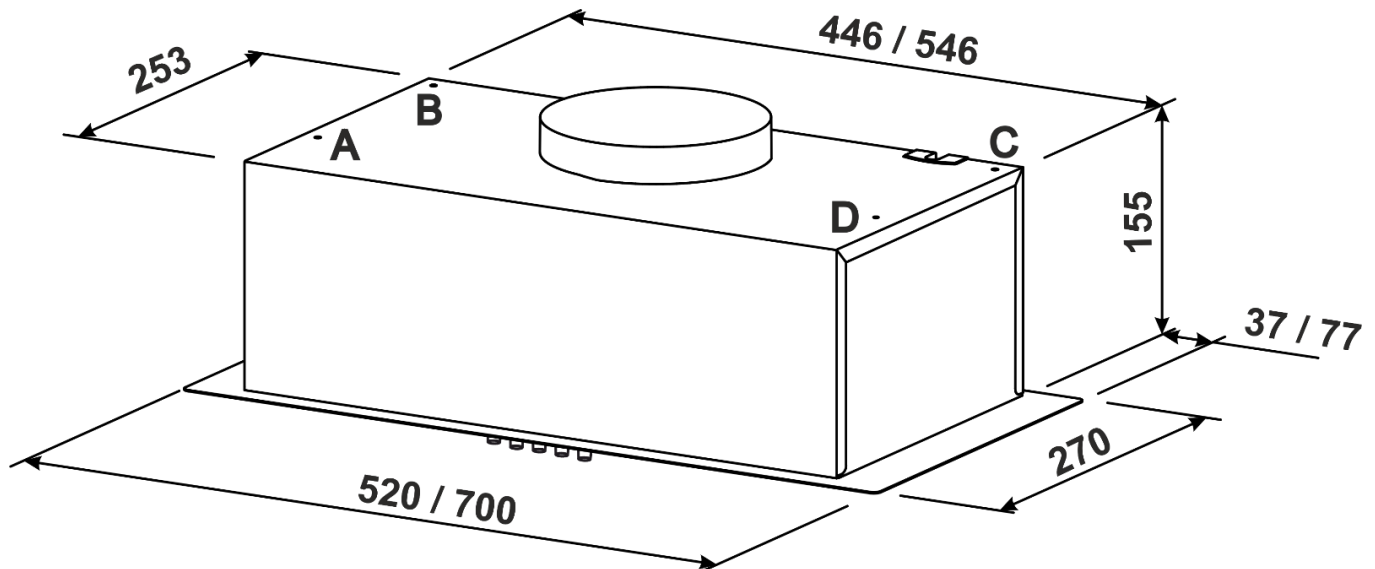

Рис.4
6.5 Кріпити витяжку до шкафчика рекомендовано використовувати 4 саморізи 4,8x13 DIN968 з середини витяжки (саморізи в комплекті постачання не входять (**рис.4 / 4.1**)).